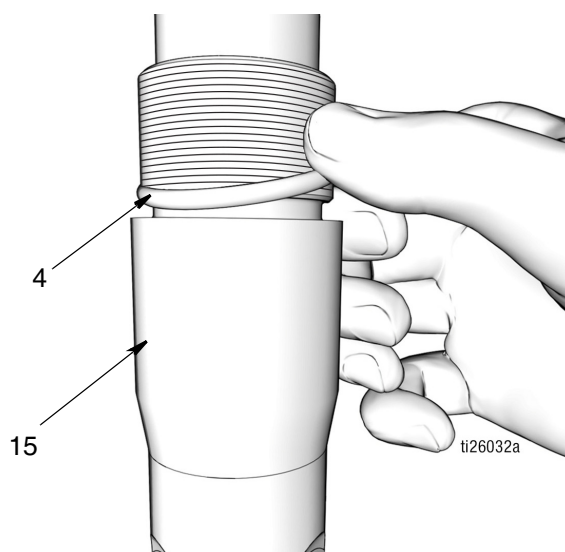

Рис. 46
- a. Используйте чистую салфетку для обтирания выпускного обратного клапана (15) и удаления любой грязи или загрязняющих веществ. Осмотрите поверхность на отсутствие любых царапин или повреждения. Замените поврежденные детали.
- b. Нанесите тонкий слой консистентной смазки на уплотнительное кольцо (4). Установите уплотнительное кольцо круглого сечения вокруг выпускного обратного клапана (15) (Рис. 46).